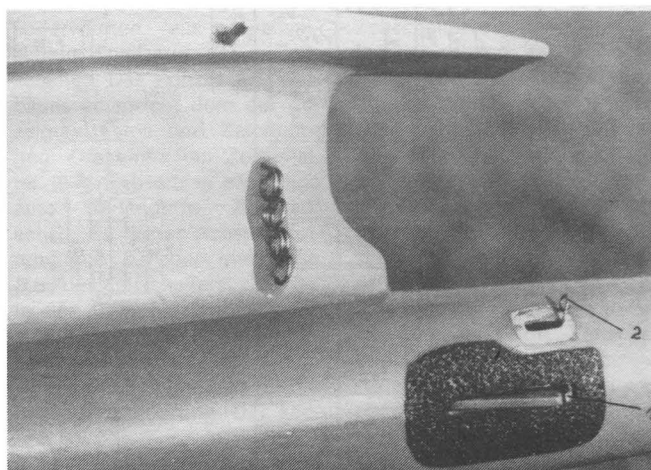

Bild 10: Zeitschalterabstellhebel
- Soll am Modell ein zusätzlicher Abstellhebel angebracht werden (Bild 10), ist beim eingebauten Abstellknopf der Sicherungsbügel zu entfernen. Geschieht dies nicht, wird es früher oder später zu Abstürzen bzw. Überlandflügen kommen, da er in der Hektik des Wettkampfes nicht gelöst wurde.
Wie bereits erwähnt, gibt es die Möglichkeit, den Zeitschalter über einen im Rumpf eingebauten Hebel abzustellen bzw. in Gang zu setzen. Man kann durch den Hebel ein Loch bohren und im Rumpf ein Röhrchen anbringen, in das man den Splint steckt, der den Hebel in der Zeitschalter-Stoppstellung sperrt. Wird der Splint von unten eingesteckt, kann er herausfallen. Wenn er von oben eingesteckt wird, führt das beim Start meist zu einer verkrampften Haltung. Der Lösungsvariante von Bild 10 und ähnlichen ist der Vorzug zu geben, da sich die Hebelverriegelung beim Druck auf den Hebel von selbst löst (Bild 11, Prinzipskizze). Abschließend noch einige Hinweise zur Pflege und Wartung. Vor dem Einbau überprüfen wir den Zeitschalter auf Verschmutzungen. Beim Bau eines Modells passiert so etwas schnell. Wenn es erforderlich ist, waschen wir den Zeitschalter in Petroleum aus und ölen dann alle Lagerstellen und Zahnkränze **leicht** mit URA-MOL (Feinmechanikeröl 45) oder mit Uhrenöl, Sorte 3, ein. Die Feder sollte dabei nicht vergessen werden. Das Öl kann mit Petroleum verdünnt werden. Sollten während des Wettkampfes Unregelmäßigkeiten im Lauf auftreten, dann kann man ihn mit Petroleum oder normalem Benzin (in den Tank hängen) auswaschen. Das genügt oft, um den Wettkampf ordnungsgemäß fortzusetzen. Bei einem F1C-Modell kommen Kraftstoffe zum Einsatz, die die Eigenschaft haben, den Zeitschalter, und nicht nur diesen, mit einer unangenehm schmierigen Schicht zu verse-